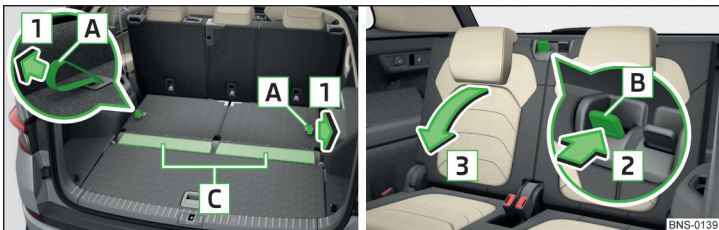

Abb. 93 Sitzlehnen hochklappen/herunterklappen
- Zum **Hochklappen** an der Schlaufe **A** in Pfeilrichtung **1** ziehen » Abb. 93. Die Sitzlehne muss nach dem Hochklappen hörbar einrasten.